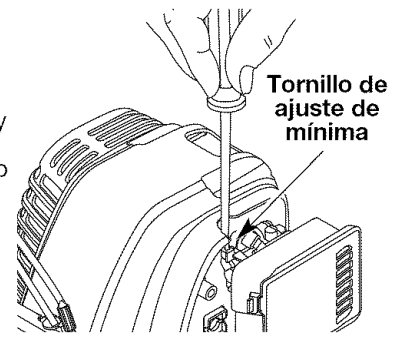

Fig. 29
La velocidad mínima del motor puede ser ajustada. Puede tener acceso al tornillo de ajuste de mínima a través de un orificio en la parte superior de la cubierta del motor (Fig. 29).
2. Suelte el gatillo del regulador (☛) y deje que el motor funcione en mínima. Si el motor se para, inserte un destornillador Phillips pequeño en el orificio de la cubierta del motor (Fig. 29).